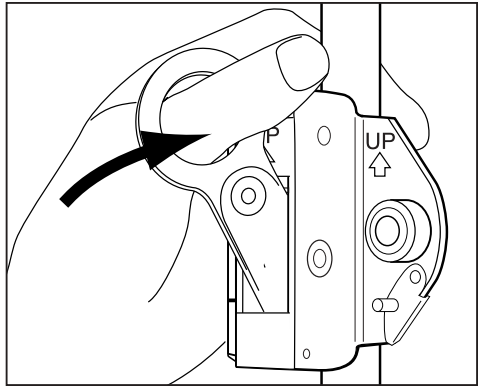

FIGURE 3
- 2.12 Serrez fermement l'anneau de fixation vers l'intérieur pour enclencher le mécanisme antipanique et tirez d'un coup sec vers le bas. Le coulisseau doit provoquer l'arrêt du déplacement sur la corde d'assurance (figure 3).